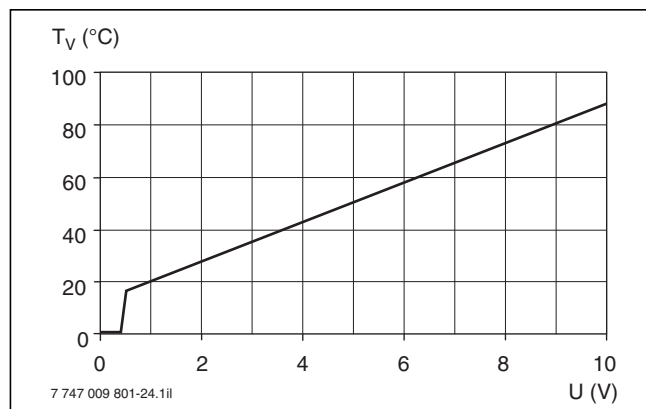

Bild 54 Kennlinie Störmeldemodul EM10 (Sollwerte)
- Über das 0 ... 10-V-Gleichspannungssignal wird dem Gas-Brennwertgerät eine Vorlauftemperatur oder eine Leistung vorgegeben (Diagramm → Bild 54).